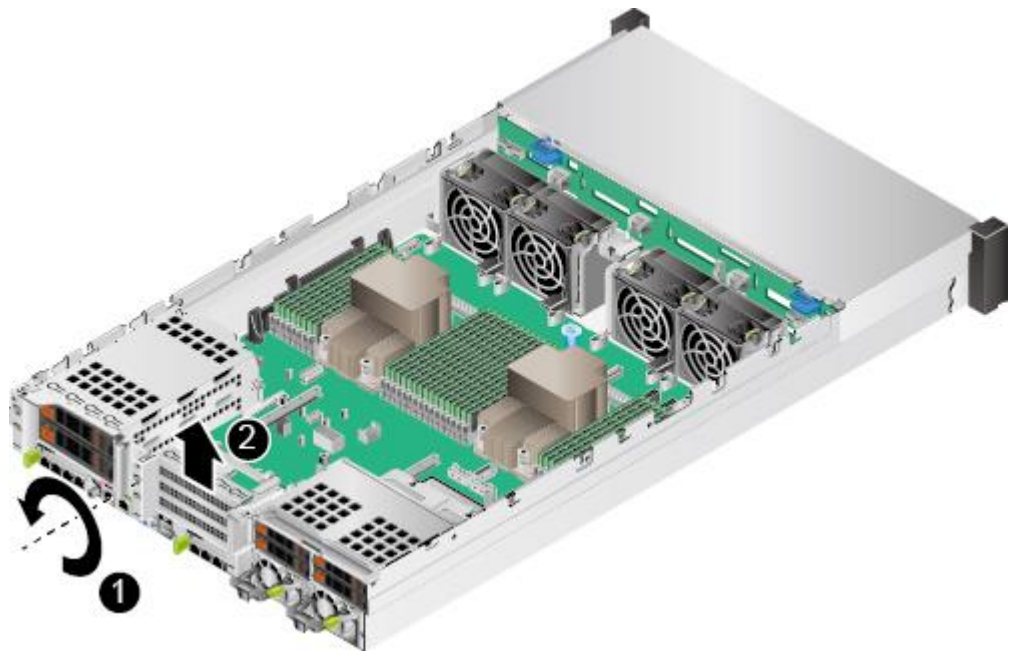
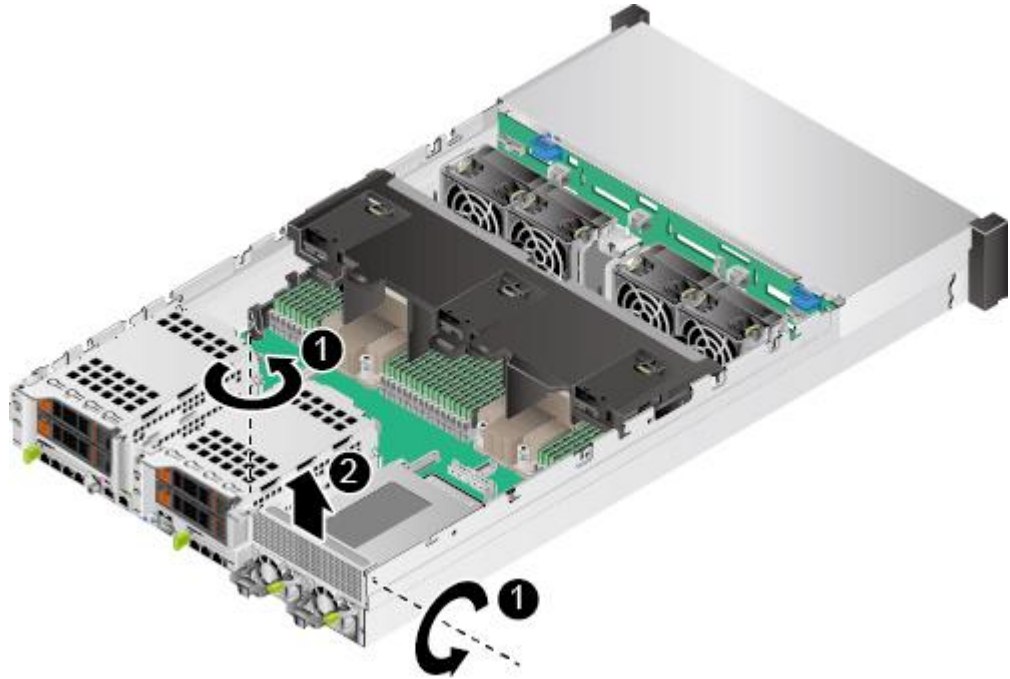

图 3-24 拆卸空闲挡板（1）
图 3-25 拆卸空闲挡板（2）
6. 拆卸 Riser 卡托架空闲挡板，如图 3-24 和图 3-25 所示。